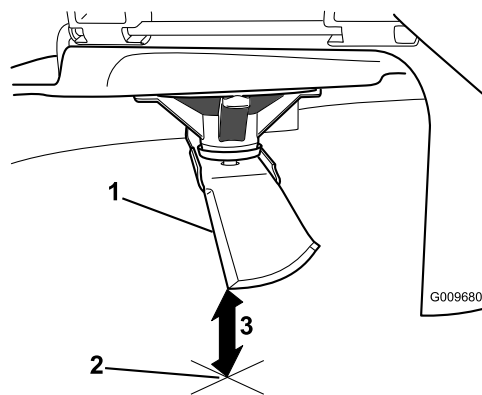

Figura 50
3. Mida desde la punta de la cuchilla hasta la superficie plana (Figura 50).